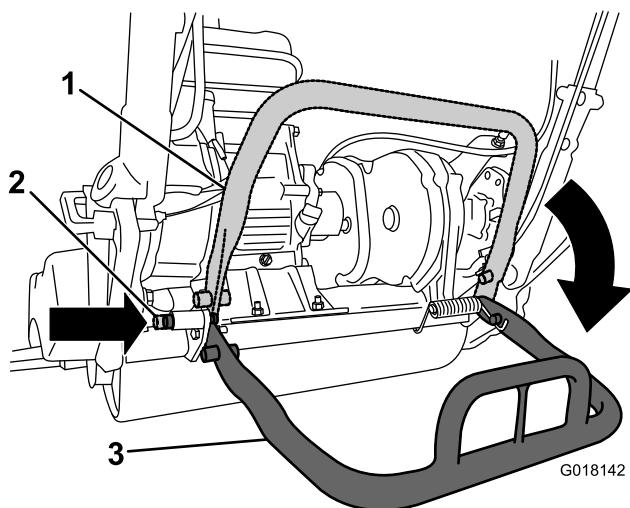

Рисунок 3
2. Опустите откидную ножку и вставьте стопорный палец, чтобы зафиксировать откидную ножку в положении для обслуживания (Рисунок 3). Обоприте машину на стопорный палец.